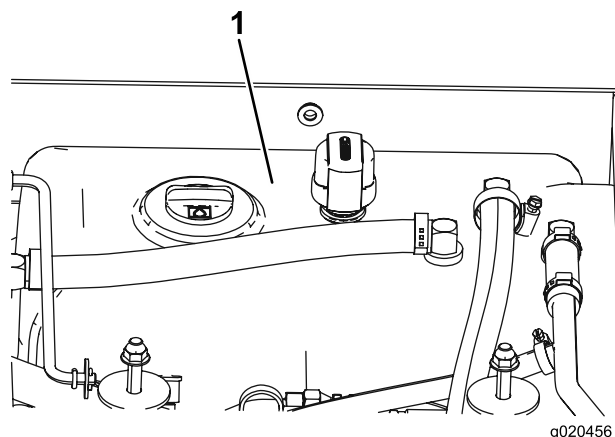

Figure 68
3. Remplissez le réservoir (Figure 68) de liquide hydraulique ; voir Contrôle du liquide hydraulique.